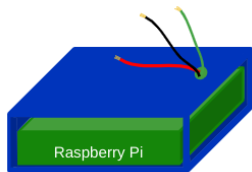

図3 部品②
部品②（図3）は上面に導線を通すための穴を設けており、Raspberry Piを外部容器内に収める形となる。